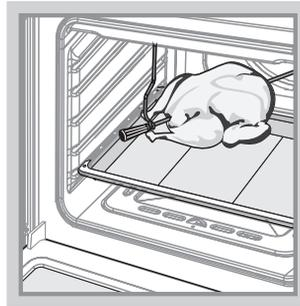

Рис.12
- Насадите на штык кусок мяса или тушку птицы и закрепите его вилками посредством крепежных винтов. Закрепленный на штыке кусок мяса должен находиться точно под грилем (рис. 12).
Описание установки и сборки шашлычницы (рис. 12)